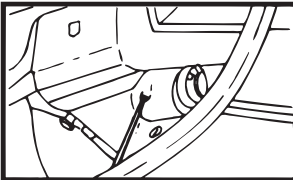

FIGURE 32 • FIGURA 32
- 1) Pour assurer l'entretien des cylindres de contacteurs d'allumage sur les colonnes de direction carénées (à la différence de celles d'une seule pièce), déposez les vis et la partie inférieure du carénage (reportez-vous à la figure 32).